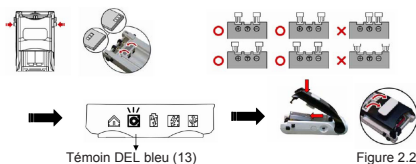

Figure 2.2
Mettez en contact les connecteurs de charge de la batterie jusqu'à ce que le témoin DEL bleu (13) s'illumine ; attachez ensuite la batterie avec le couvercle (10). (Veuillez vous référer à la figure 2.2)